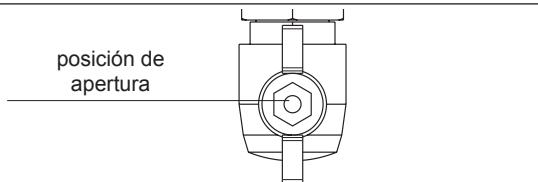

Fig. 47
- abrir la llave girando en el sentido inverso a las agujas del reloj para permitir el flujo del gas, según se indica en la fig. 47